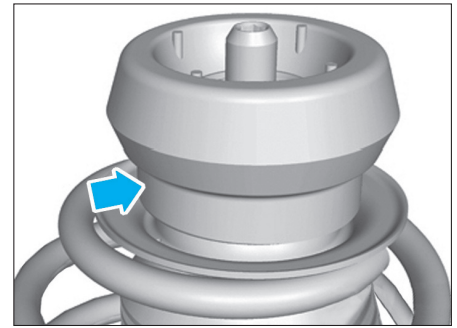

FIG. 18
- L'embase du palier de l'élément de suspension doit être orientée vers la coupelle de ressort (Fig.18).